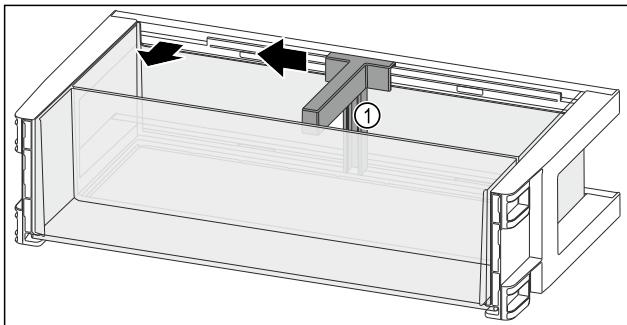

Fig. 114
- Пересуньте тримач пляшок Fig. 114 (1) убік до пази.
- Вийміть тримач пляшок Fig. 114 (1).